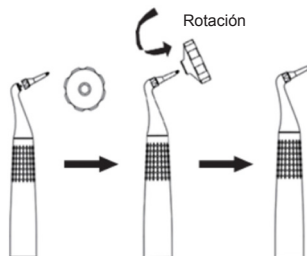

Figura 6 Bloqueo de la boquilla
2.3.5.2 Instale la boquilla antes de su uso, extraiga la boquilla y ensamble la boquilla al final del cabezal subgingival. Primero gire la tuerca de la boquilla a la pieza de mano y luego cierre la boquilla con una llave dinanométrica, como se muestra en la figura 6.